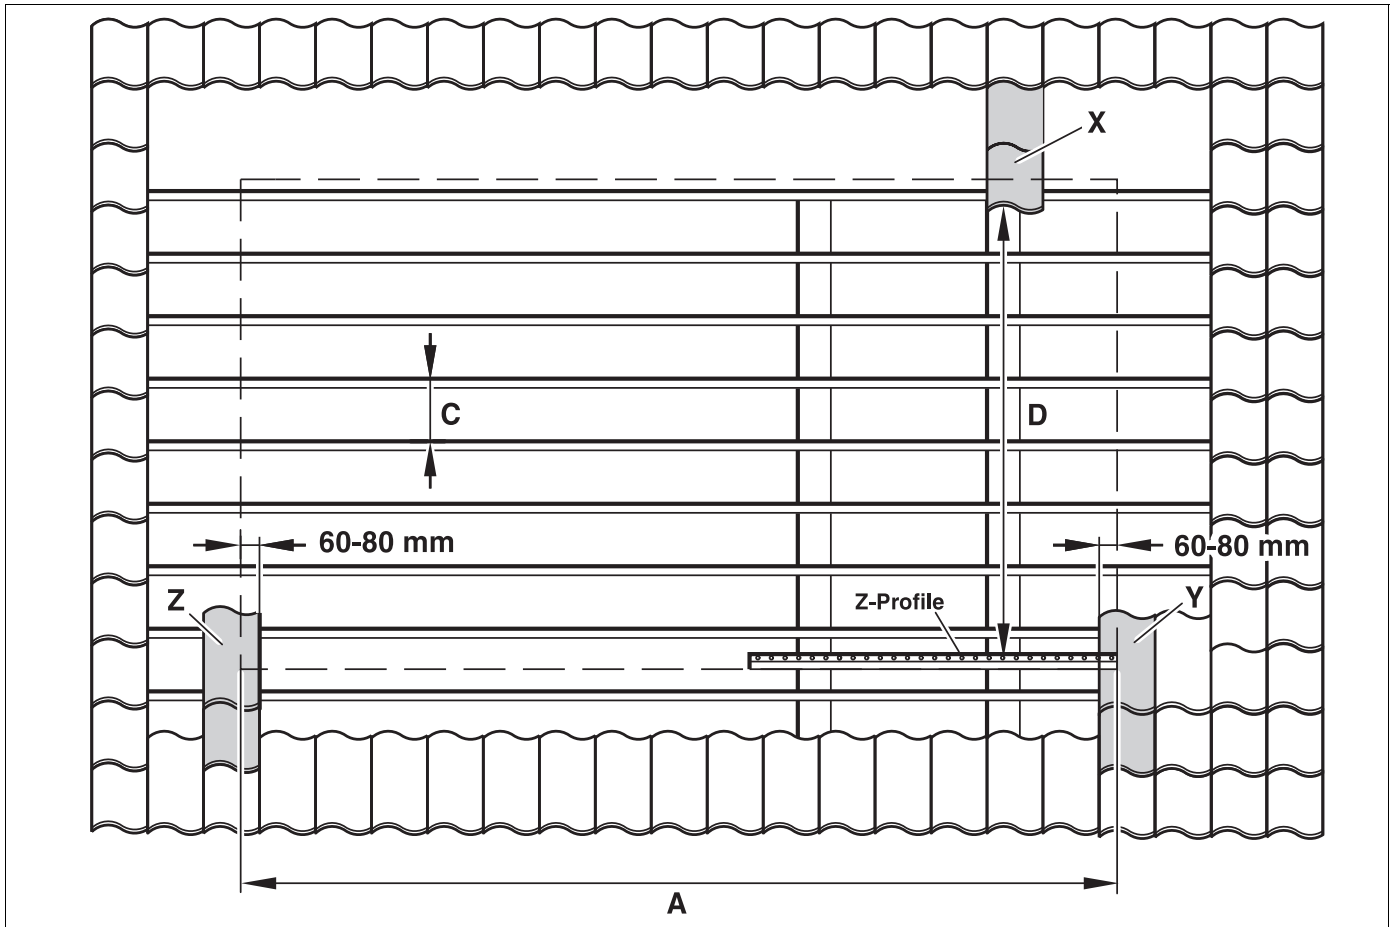

Abb. 11 Ausrichtung des Kollektorsystems
- Die Lage der auf der Eindeckwanne aufliegenden Dachpfannenreihe oberhalb des Kollektorfeldes ermitteln. 2 Dachpfannen über dem Dachsparren rechts außen auflegen (Abb. 11, Seite 17, Pos. X).
- Die Lage der ersten aufliegenden Dachpfannenreihe an der rechten Seite des Kollektorfeldes ermitteln. 2 Dachpfannen an der unteren rechten Seite des Kollektorfeldes auflegen (Abb. 11, Seite 17, Pos. Y).
- Den Abstand (C) der Dachlattung messen (Abb. 11).
- Anhand des gemessenen Lattenabstandes (C) das empfohlene Maß (D) für den Abstand „Vorderkante Z-Profil bis Vorderkante Dachpfanne oben“ aus Tabelle 3 entnehmen und auf den rechts außen liegenden Dachsparren übertragen (Abb. 11, Seite 17).
- Die vormontierten Z-Profile im Abstand (D) von der oberen Pfannenreihe auflegen und 60 bis 80 mm unter die rechts unten anliegende Pfanne einschieben (Abb. 11, Pos. Y).
- Breite (A, Gesamtbreite des Systems) aus Tab. 4 entnehmen und ausgehend vom rechten Z-Profilende nach links auf dem Dach abtragen (Abb. 11).
- 2 Dachpfannen an der unteren linken Seite des Kollektorfeldes auflegen (Abb. 11, Pos. Z).